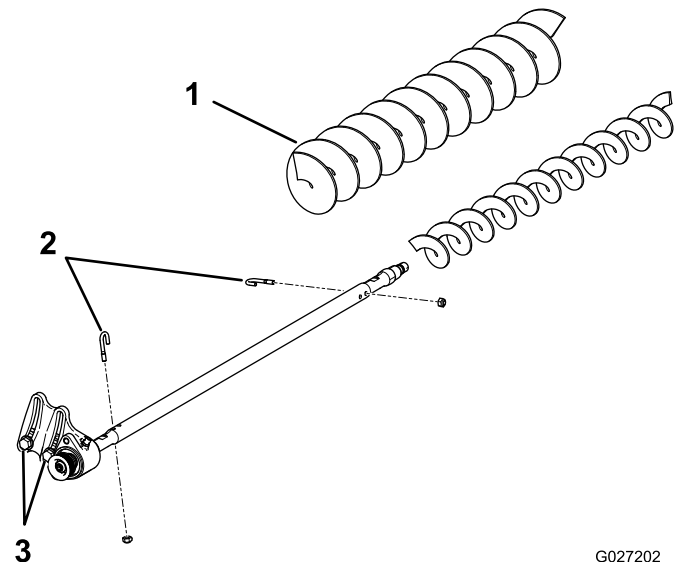

Figura 19
3. Retire los 2 pernos en J y las tuercas (Figura 19).
4. Retire el cepillo existente del eje del cepillo (Figura 19).
soporte de montaje del alojamiento del cojinete (Figura 19).
6. Deslice el cepillo de altura de corte alta sobre el eje del cepillo (Figura 19).
7. Sujete el cepillo en el eje con los 2 pernos en J y tuercas que se retiraron anteriormente (Figura 19).